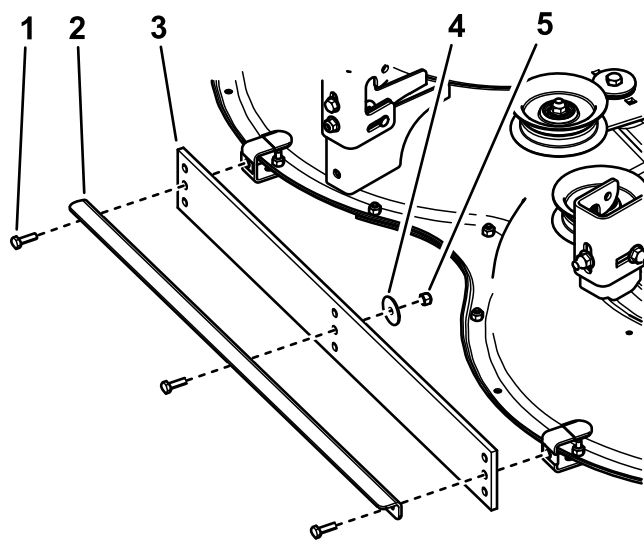

Figura 3
5. Sujete el centro del tirante a la rasqueta usando un perno, una arandela y una tuerca (Figura 3).
1. Perno (3)
6. Instale la rasqueta y el tirante en los soportes usando 2 pernos (Figura 3).